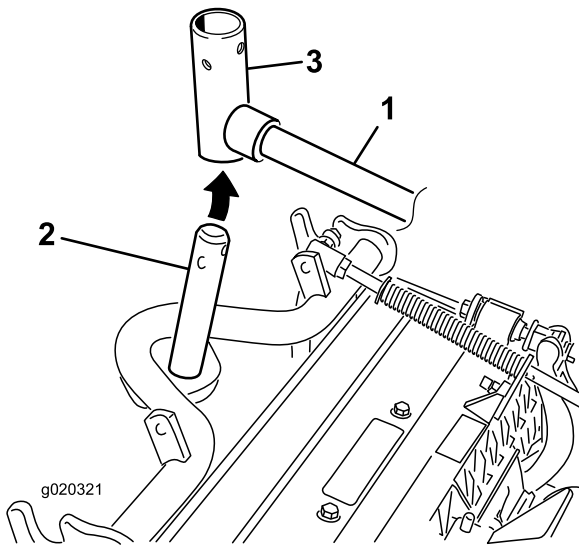

图 7
8. 对于前滚刀组在将承载架轴向上插入提升臂轴轳的同时把滚刀组滑到提升臂下方(图7)。
B. 将提升臂枢插入承载架轴的上方 (图 7)。